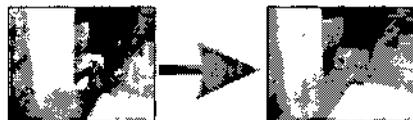

Figura 248 Acceso al fotómetro (desbloqueo del cierre de seguridad)
- ☐ Desbloquee el cierre de seguridad (véase Figura 248) y abra completamente el cajón inferior.